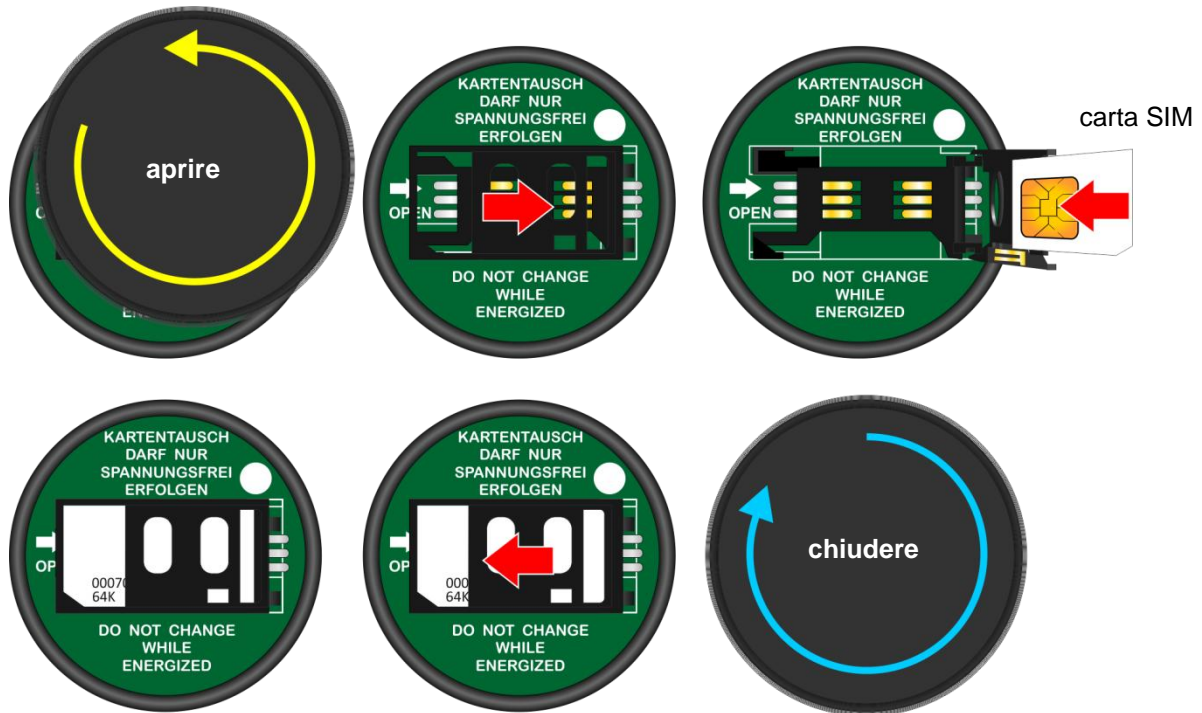

Fig. 4.5: Inserire la carta SIM. A questo scopo svitare il coperchio e spingere il supporto carta in direzione della freccia, poi aprirlo.
5. Svitare il coperchio del modem (vedere Fig. 4.5).
6. Allentare il blocco del supporto carta spingendolo in direzione della freccia e poi aprendolo (vedere Fig. 4.5).